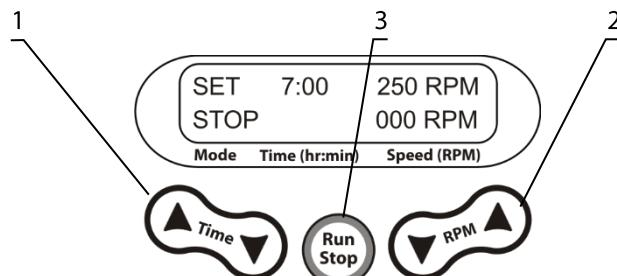

Рисунок 2. Панель управления модели PSU-10i
- 5.1.3. Установите необходимый рабочий интервал времени в часах и минутах (шаг установки 1 минута), используя кнопки ▼ и ▲ Time (рис. 2/1). При долгом нажатии кнопки, скорость смены значений увеличивается.
- 5.1.4. Установите необходимую скорость перемешивания в оборотах в минуту (шаг установки 10 об/мин), используя кнопки ▼ и ▲ RPM (рис. 2/2). При долгом нажатии кнопки, скорость смены значений увеличивается. Устанавливаемая скорость отображается в верхнем ряду дисплея.
- 5.1.5. Нажмите кнопку Run Stop (рис. 2/3). Платформа начнёт вращение, на дисплее появится индикация RUN и таймер в нижней строке дисплея начнёт отсчитывать время.